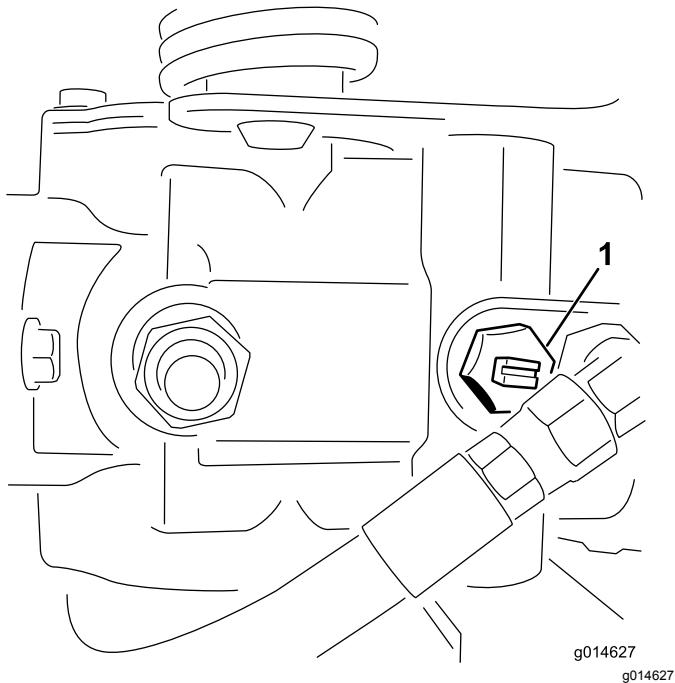

Figura 41
1. Localice la válvula de desvío en la bomba y gírela hasta que la ranura esté en posición vertical (Figura 41).
2. Antes de arrancar el motor, cierre la válvula de desvío girándola hasta que la ranura esté horizontal (Figura 41). No arranque el motor con la válvula abierta.